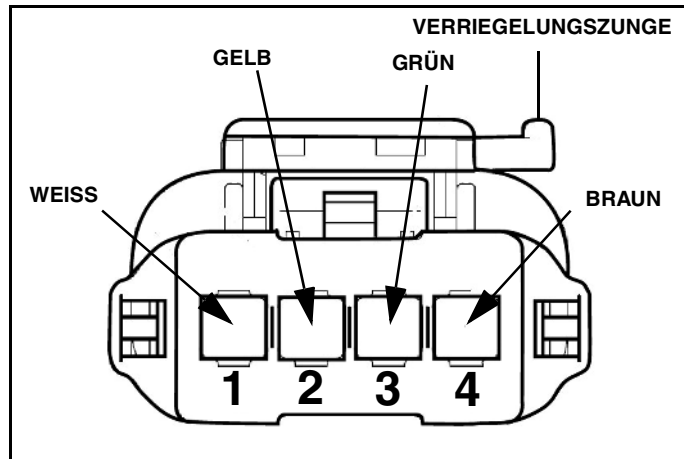

Abb. 1-13
8. Entfernen Sie die blaue Steckerstiftarretierung aus der Buchse. Drücken Sie die Steckerstifte am Ende jeder der vier Leitungen in die Rückseite der Buchse (das Ende mit der eingelassenen hellblauen Dichtung) (Siehe Abb. 1-13 für die Steckerstiftbelegung).
9. Überprüfen Sie die Leitungsanordnung durch Anschluss des ProControl II™-Kabels. Wenn die Leitungsfarben nicht übereinstimmen, überprüfen Sie die Steckerstiftbelegung anhand von Abb. 1-13.